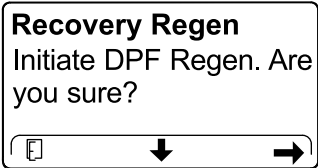

Figura 52
- En la pantalla INITIATE DPF REGEN (Iniciar regeneración de DPF), pulse el botón derecho para continuar (Figura 52).